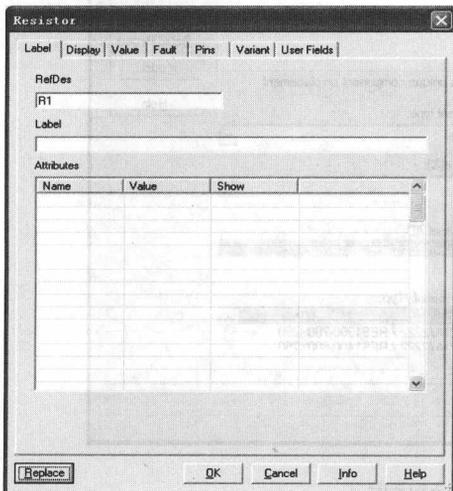

图 1-6 Label 选项卡
(1) Label 选项卡。如图 1-6 所示，用于设置元件的编号 (RefDes) 和标号 (Label)。编号即元件的序号，是元件唯一的识别码，由程序自动生成，不重复，必须设置 (除个别不需要设置编号的元件外)。标号是用户赋予元件的标记，可以不设置。